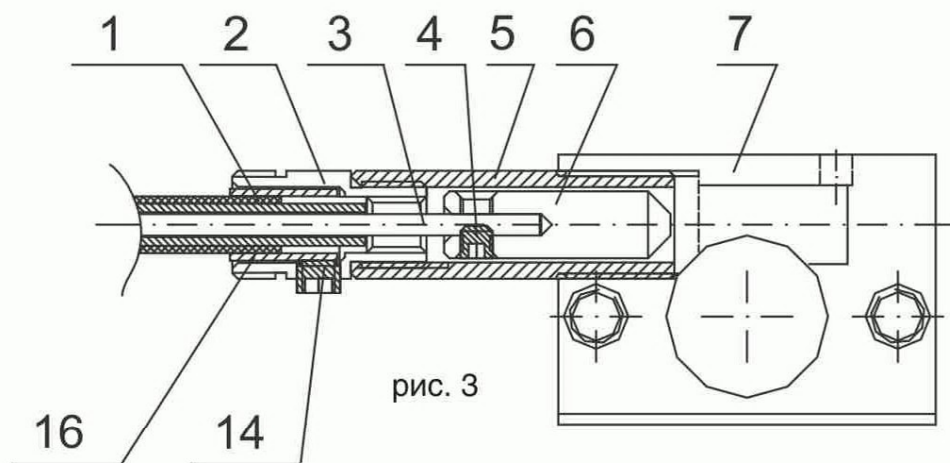
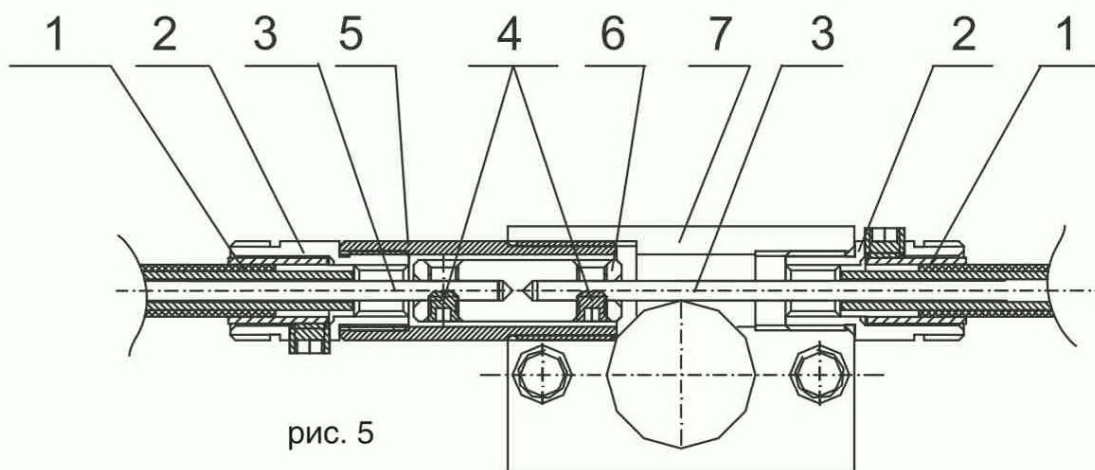
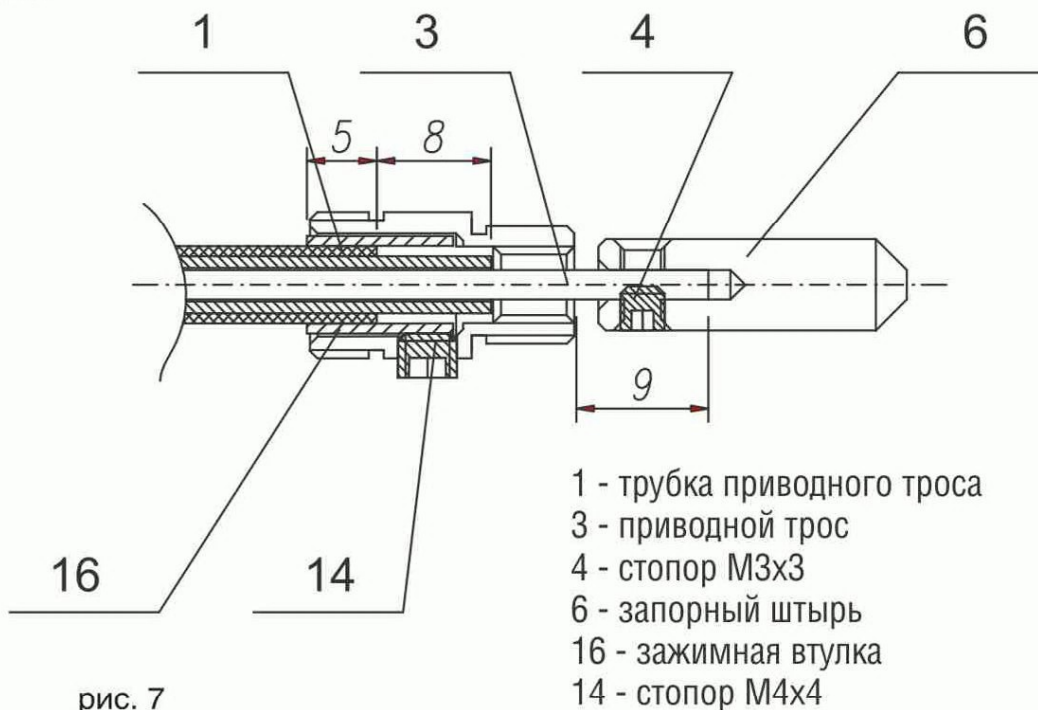

рис. 3
рис. 5
рис. 7
3. Собрать замковый механизм согласно рис.1, при необходимости уменьшив длину трубки приводного троса (см. рис.7)
3. Собрать замок согласно рис.3, при необходимости уменьшив длину трубки приводного троса (см. рис.7).
5. Собрать первый замок согласно рис.5, при необходимости уменьшив длину оболочки приводного троса (см. рис.7).
6. Собрать второй замок согласно рис.3, при необходимости уменьшив длину трубки приводного троса (см. рис.7).
Отрезать трос так, чтобы он был длиннее трубки на 9мм (см.рис.7).